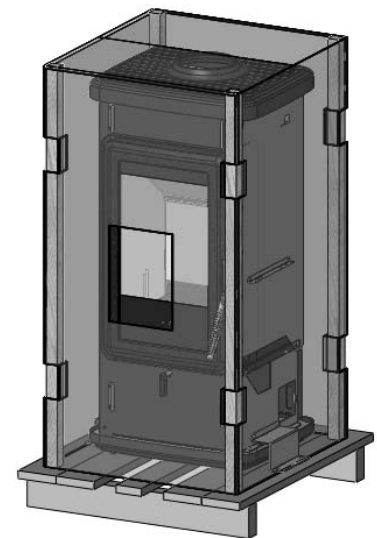

Figure 1 - Emballage du poêle Veld
- un contenant le poêle (fig. 1)